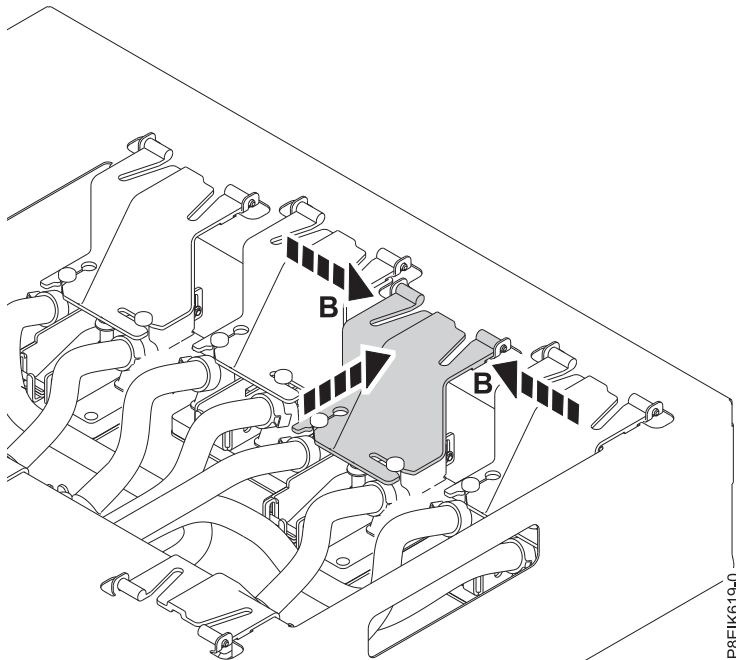

Figura 31. Colocación del soporte de nuevo en la portadora
- d. Pellizque el soporte por los lados (B) como se muestra en la Figura 31 en la página 26 y vuelva a colocarlo en la portadora.